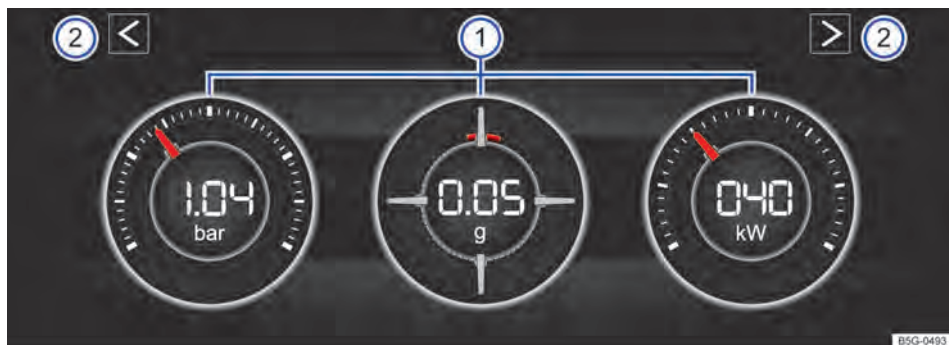
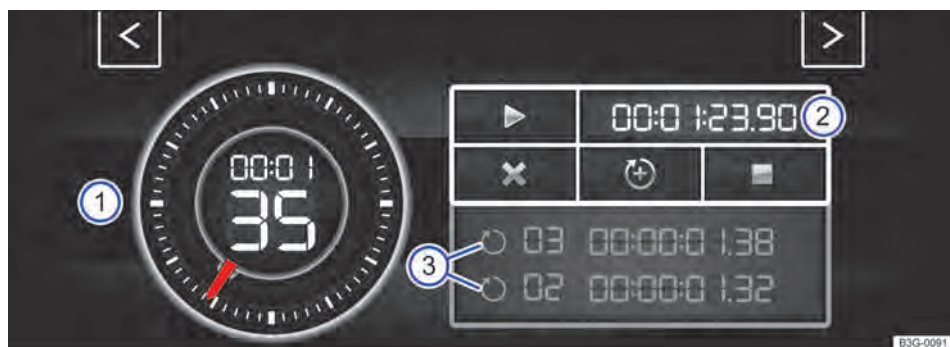
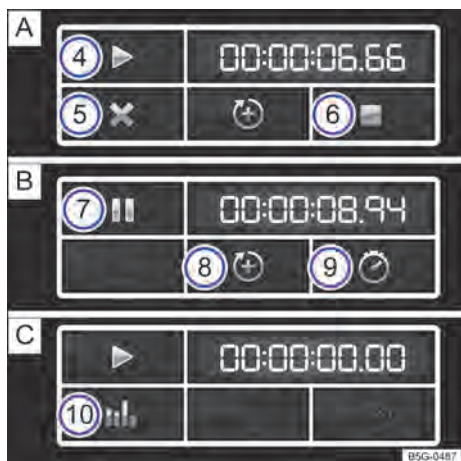

Fig. 24 No sistema Infotainment: módulo de potência (dependendo da versão).
Fig. 25 No sistema Infotainment: Laptimer com cronômetro, superfície de função e tempos de voltas (dependendo da versão).
Fig. 26 Superfície de função no sistema Infotainment: medição do tempo na volta **A** parada, **B** em execução e **C** concluída.
Legenda para Fig. 24
Se você desejar alternar entre o módulo de potência e o Laptimer → Página 28 tocar em uma das teclas de seta à esquerda e à direita acima dos instrumentos em → Fig. 24 ②.
O display pode exibir, no máximo, 3 instrumentos simultaneamente. Cada um dos instrumentos pode ser selecionado para cada uma das áreas de exibição → Fig. 24 ① (esquerda, central, direita).
- **Indicação da pressão de carga:** a indicação da pressão de carga → Fig. 24 ① (à esquerda) exibe a pressão no circuito do ar de sobrealimentação entre o turbocompressor e o motor (na unidade "bar"). Quanto mais o ponteiro ficar à direita na escala, maior será a potência que o motor desprenderá.
- **Medidor de aceleração (G-Meter):** o medidor da aceleração (G-Meter) → Fig. 24 ① (central) indica na área central o valor da aceleração (na unidade "g"). A marcação vermelha na área disposta em tela indica a intensidade da aceleração e a direção da força que atua (conforme os princípios físicos contrários). Se você, por exemplo, conduzir para a esquerda, a marcação vermelha se moverá para a área direita do instrumento (e o contrário). A marcação vermelha move-se para baixo, quando se acelera, e para cima, quando se freia. A intensidade da aceleração é indicada pela posição da marcação vermelha de dentro para fora. Se a aceleração aumenta, a marcação vermelha é excluída da área central. ▶
- **Indicação de potência:** a indicação de potência → Fig. 24 ① (à direita) exibe a potência do motor atualmente utilizada como valor digital e na escala adjacente (em kW).
Legenda para Fig. 25 e Fig. 26
Iniciar e continuar com a medição do tempo	Tocar a superfície de função para iniciar ou continuar ► → Fig. 26 A ④. Com a ignição desligada, não é possível nenhuma medição de tempo. É exibida uma mensagem no display. Pressionar Iniciar, para iniciar a medição do tempo. A medição do tempo inicia-se automaticamente, assim que o veículo se movimenta para frente. Uma primeira nova volta só pode ser iniciada, se os dados forem restaurados na estatística.
Finalizar a medição do tempo	Tocar a superfície de função para finalizar ■ → Fig. 26 A ⑥.
Manter a medição do tempo	Tocar a superfície de função para pausar → Fig. 26 B ⑦.
- ⑦ Manter a medição do tempo
- ⑧ Iniciar a nova volta
- ⑨ Indicar tempo intermediário
- ⑩ Indicar estatística
- No módulo de potência, tocar em uma das telas de setas → Fig. 24 ② para ir para o Laptimer.
Com as teclas de seta → Fig. 24 ② ou → Fig. 25 você pode alterar a qualquer momento entre Laptimer e módulo de potência.
Iniciar a nova volta	Tocar a superfície de função para adicionar uma nova volta → Fig. 26   . O último tempo da volta é salvo e uma nova volta é iniciada. O tempo total das voltas é indicado na estatística.
Cancelar a volta atual	Tocar a superfície de função para cancelar → Fig. 26   . Com uma medição de tempo em execução, tocar a superfície de função para pausar   . A medição do tempo é cancelada e o tempo da curva é apagado. É exibido --: --:-- na estatística.
Indicar tempo intermediário	Tocar a superfície de função para o tempo intermediário  → Fig. 26   . O cronômetro → Fig. 25  para por alguns segundos e o tempo intermediário é indicado.
Indicar estatística	Após a finalização ou o cancelamento da medição do tempo, tocar a superfície de função para a estatística → Fig. 26   . A estatística indica o número de voltas, o tempo total, a volta mais rápida e a mais lenta, o valor médio de todos os tempos das voltas e todos os valores das voltas. Ao tocar a superfície de função  , você alterna para o menu anterior.
Restaurar os dados da estatística	Tocar a superfície de função para a estatística → Fig. 26   . Excluir os dados, tocando a superfície de função Restaurar.